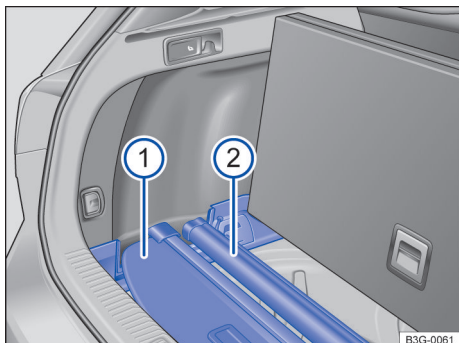

Fig. 184 Embaixo do assoalho do compartimento de bagagem: guardar a cobertura do compartimento de bagagem e a rede divisória.
- Colocar a cobertura do compartimento de bagagem removida → Fig. 184 ①, conforme representado, nos rebalços traseiros dos alojamentos laterais.
- Colocar a rede divisória removida → Fig. 184 ②, conforme representado, nos rebalços dianteiros dos alojamentos laterais.